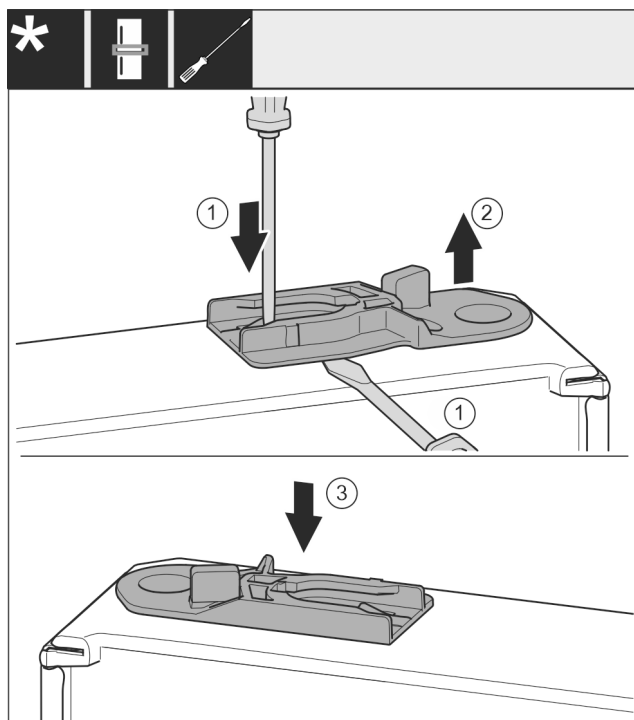

Fig. 53 *
- Scoateți bucșa de ghidaj: Apăsați eclisa Fig. 53 (1) cu șurubelnița plată și, concomitent, duceți-o cu șurubelnița plată sub bucșa de ghidaj Fig. 53 (2).*
- Împingeți bucșa de ghidaj Fig. 53 (3) atașată în pachetul de livrare pe altă parte a carcasei.*